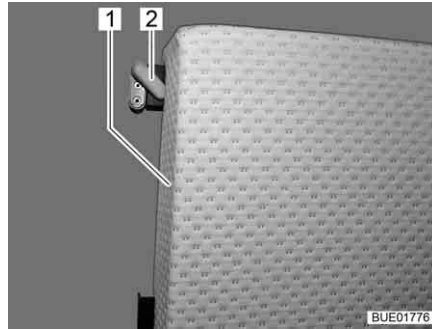

Bild 139 Fastsättning av extra dynor
- Vrid med hållarspaken (Bild 139,2) och ta ur den extra dynan (Bild 139,1) från hållaren i skåpet.